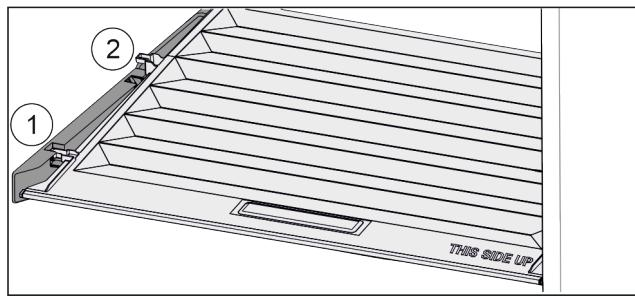

Fig. 107
- Издърпайте напред Fig. 107 (1) капака до отвора в задържащите части.
- Повдигнете го отзад отдолу и отстранете Fig. 107 (2) нагоре.